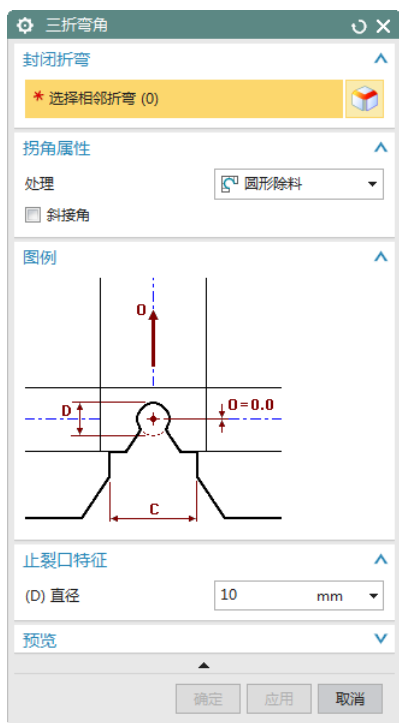

图 7-78 “三折弯角”对话框
(1) 选择“菜单(M)”→“插入(S)”→“拐角(O)”→“三折弯角(T)”，或者单击“主页”选项卡“拐角”面组上的“三折弯角”按钮，打开如图 7-78 所示的“三折弯角”对话框。